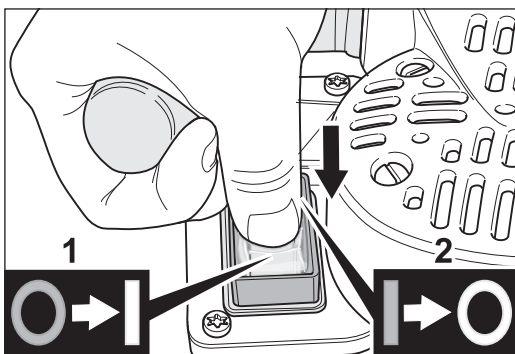

Abb. 10 Einschalten (1) und ausschalten (2) der Maschine am Wippenschalter.
- 2 **Drücken Sie am Wippenschalter auf „I“ (Abb. 10, 1). Der Schalterknopf rastet ein und der Motor wird eingeschaltet. Lassen Sie den Schalter wieder los!**
- 2 Drücken Sie am Wippenschalter auf „0“ (Abb. 10, 2). Der Schalterknopf rastet ein und der Motor wird ausgeschaltet. Lassen Sie den Schalter wieder los!**